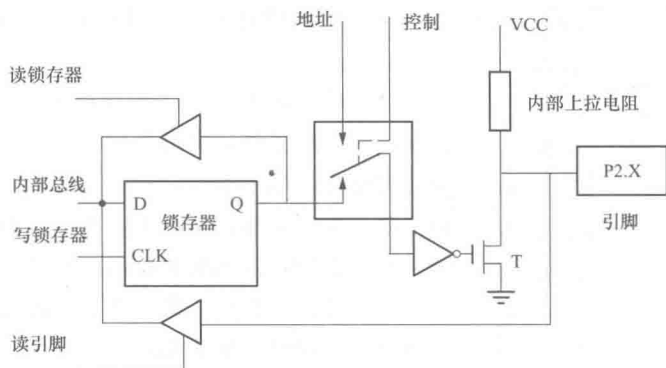

图 1-7 P2 口
3) P2 口（见图 1-7）。P2 口在电路上比 P1 口多了一个多路转换电路 MUX，与 P0 口一样，